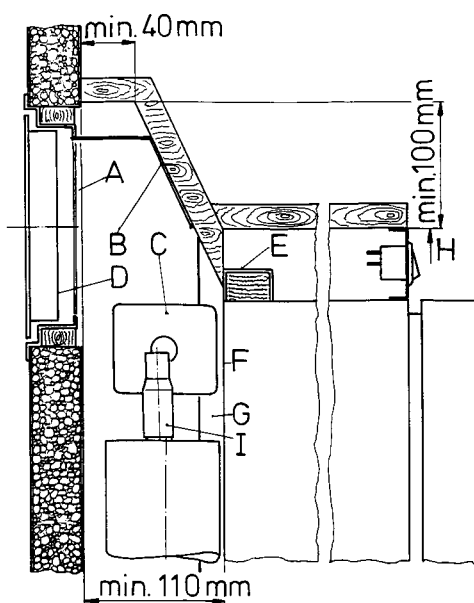
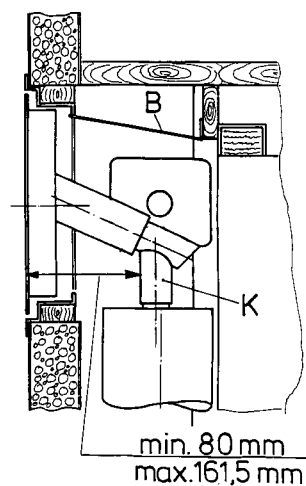

Fig. 6a
Fig. 6b
Die untere Öffnung wird direkt oberhalb des Nischenbodens und das obere so hoch wie möglich über dem Kondensor (C) des Kühlaggregates angebracht, wenigstens jedoch wie in Fig. 6b gezeigt, oder besser wie in Fig. 6a.